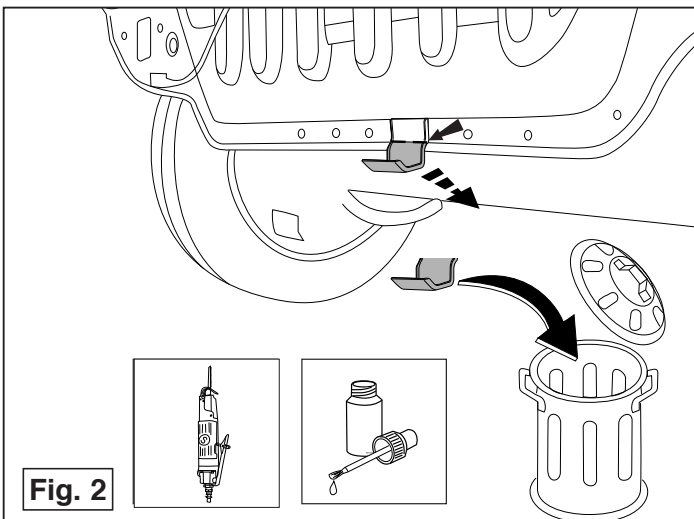

Fig. 2
5. Remove the metal fixing profile as shown in figure 2.
5. Déposer le profilé de fixation métallique indiqué à la figure 2.
4. Das in Abbildung 2 dargestellte Metallbefestigungsprofil entfernen.